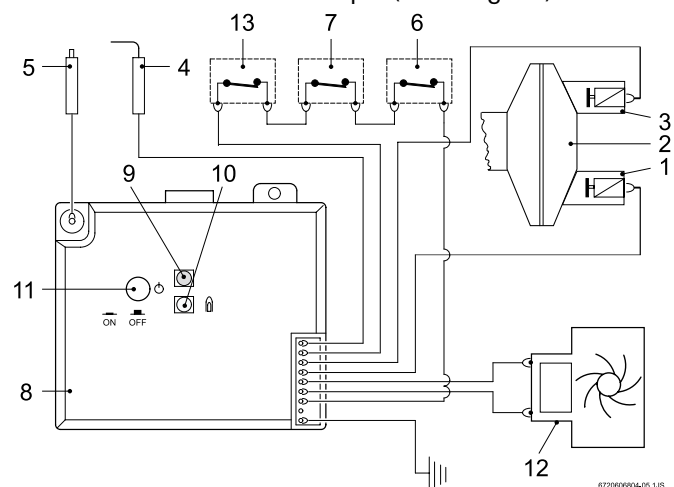

Fig. 13 - Diagramme du câblage électrique
4. Il se peut que vous deviez remplacer l'interrupteur de l'électrovalve de la veilleuse (voir la fig. 13).
Mesurez le millivoltage à l'électrovalve de la veilleuse (voir la fig. 13).
5. Il se peut que vous deviez remplacer la boîte de commande électronique (voir la fig. 13).
Vérifiez les bornes des fils et testez le fonctionnement de la boîte de commande électronique (voir la fig. 13).
4. Il se peut que vous deviez remplacer la boîte de commande électronique (voir la fig. 13).